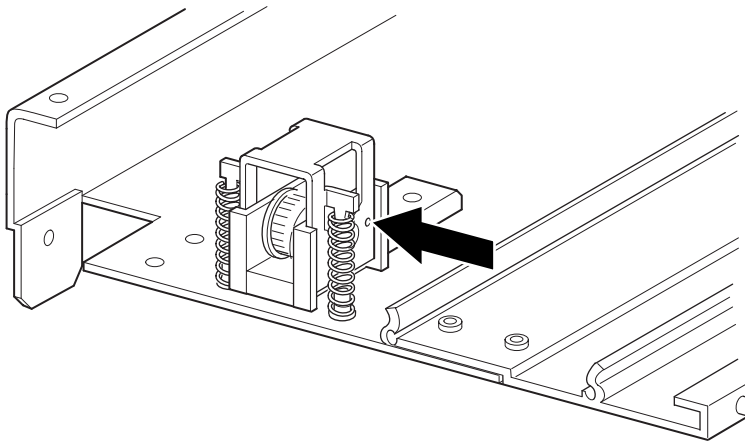

Figura 2–19: Punto cero de la rampa del tensor y de la polea tensora
2. Inserte un clip grande para papel por los orificios. Así colocará la polea tensora en la posición cero (consulte la Figura 2–19).